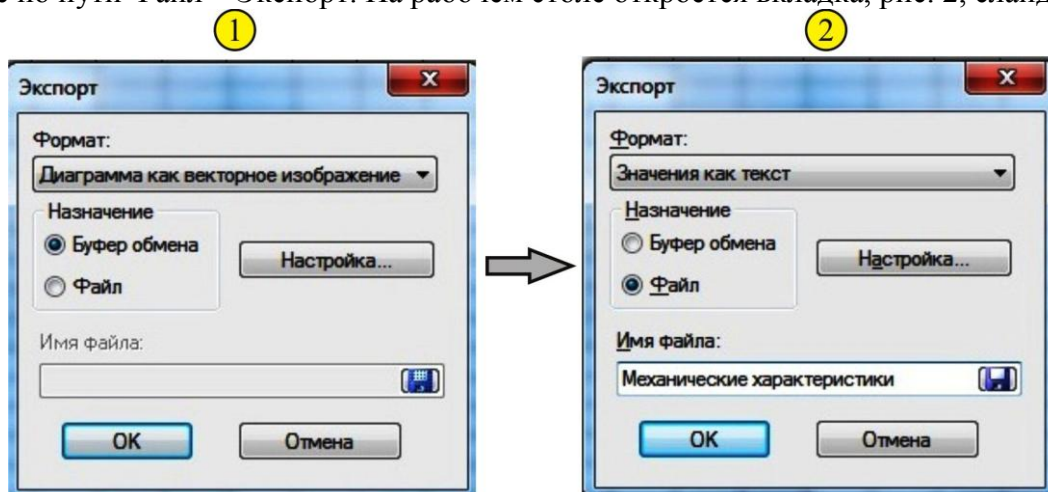

Рис. 2. Экспорт файла в текстовый формат.
1. Для удобства построения характеристик двигателя, предварительно проведите экспорт всех файлов папки «Отчет» в текстовый формат. Например, откройте график «Механические характеристики», пройдите по пути Файл – Экспорт. На рабочем столе откроется вкладка, рис. 2, слайд ①.